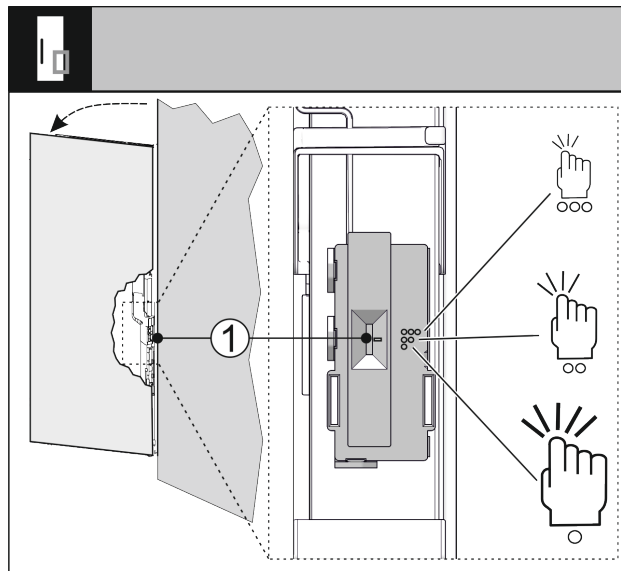

Fig. 70
Citlivost snímače klepání můžete nastavit pomocí spínače Fig. 70 (1). Spínač je na straně závěsu ve spodní třetině dveří.
► Posuňte spínač Fig. 70 (1) do požadované polohy spínače.